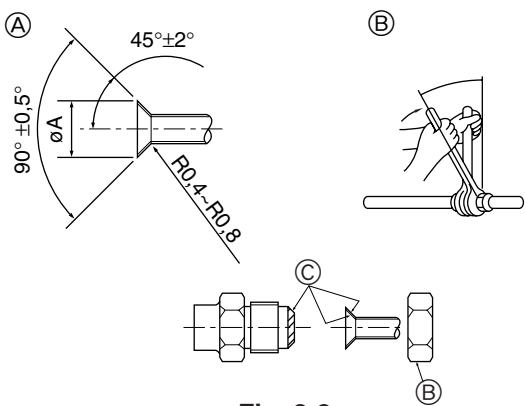

Fig. 3-2
- (A) Tubo di drenaggio
- (B) Soffitto
- (C) Griglia
- (D) Tubo del refrigerante (liquido)
- (E) Tubo del refrigerante (gas)
- (F) Ingresso fornitura acqua
- (G) Unità principale
3.2. Collegamento dei tubi (Fig. 3-2)
- (A) Dimensioni di taglio per raccordo a cartella